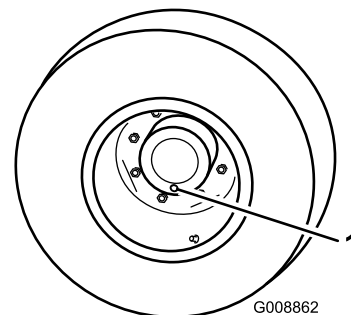

Figure 67
1. Placez la machine sur une surface plane et horizontale et tournez la roue de sorte que le bouchon de contrôle/vidange (Figure 67) se trouve à 6.00 heures.